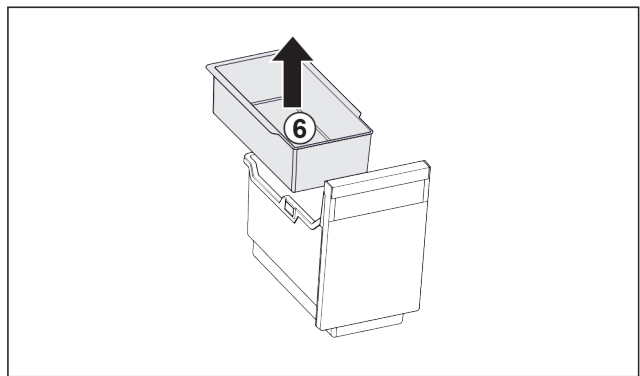

Fig. 105
- ▶ Rimuovere la vaschetta da agganciare Fig. 105 (6).